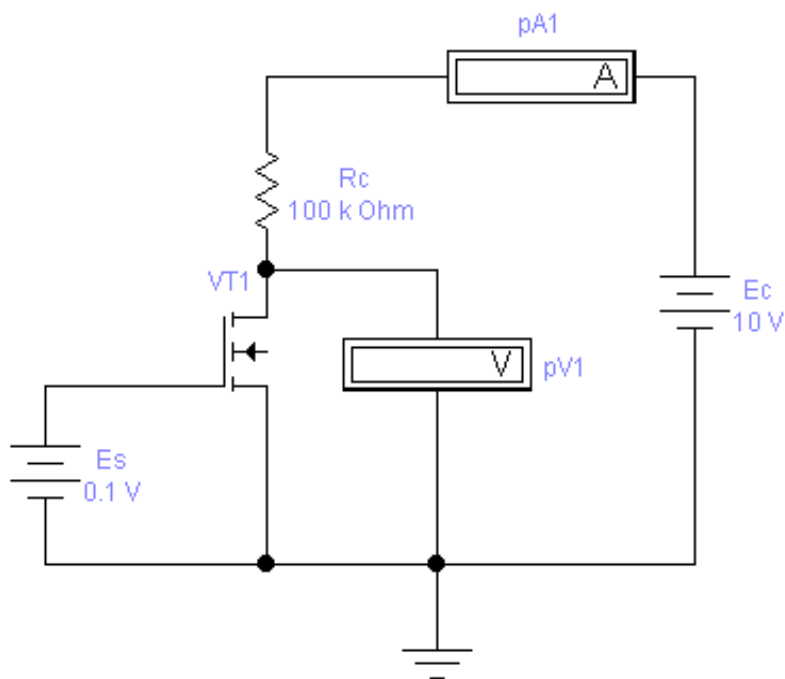

Рисунок 7.2 – Схема дослідження польового транзистора в режимі ключа
7. Набрати схему на польовому транзисторі для зняття вольт-амперної характеристики (рис. 7.2).